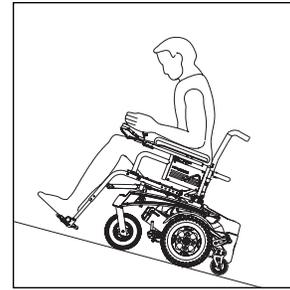

Figure 1
4. Penchez toujours votre corps vers le haut de la pente. Ceci vous permettra de compenser le changement du centre d'équilibre provoqué par la pente ou l'inclinaison. (Fig.1)